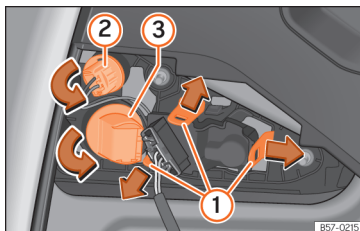

Abb. 117 Lampenhalter ausbauen.
2. Entriegeln Sie die Befestigungsglaschen des Lampenträgers »» **Abb. 117** ① oder drehen Sie den Lampenträger nach links ② und ③.